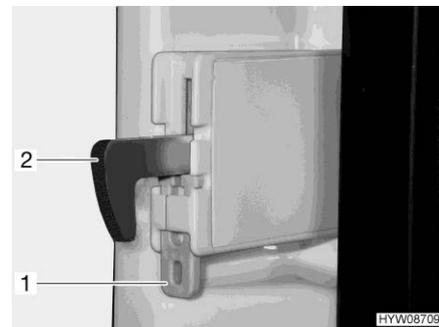

Fig. 188 Dispositivo de fijación (gancho de bloqueo)
- Presionar la fijación (Fig. 188,1) hacia arriba. El gancho de bloqueo (Fig. 188,2) se presiona hacia arriba y ya no estará funcionando.
- Presionar el gancho de bloqueo (Fig. 188,2) hacia abajo. El gancho de bloqueo volverá a funcionar.